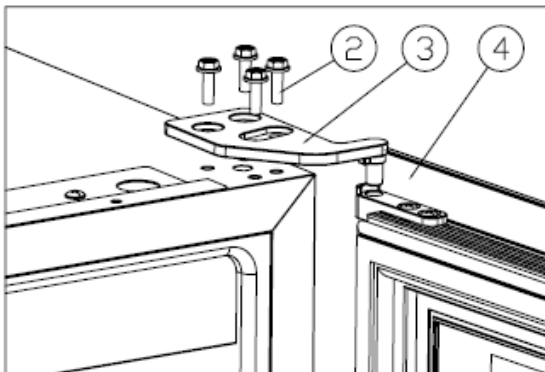

Abb. 1
- ✧ Die M5\*16 -Schrauben lockern, das obere Scharnier entfernen, während die Tür festgehalten wird, und die Tür abheben. [Abb. 1].